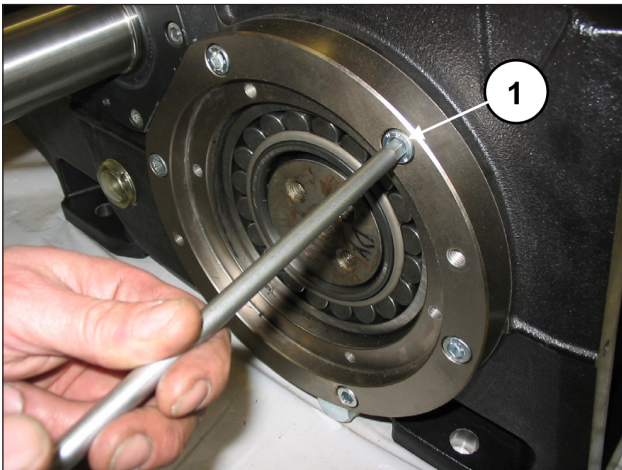

Abb. 22
Lösen Sie die Schrauben der zwei Lagerdeckel (Pos. ①, Abb. 22).